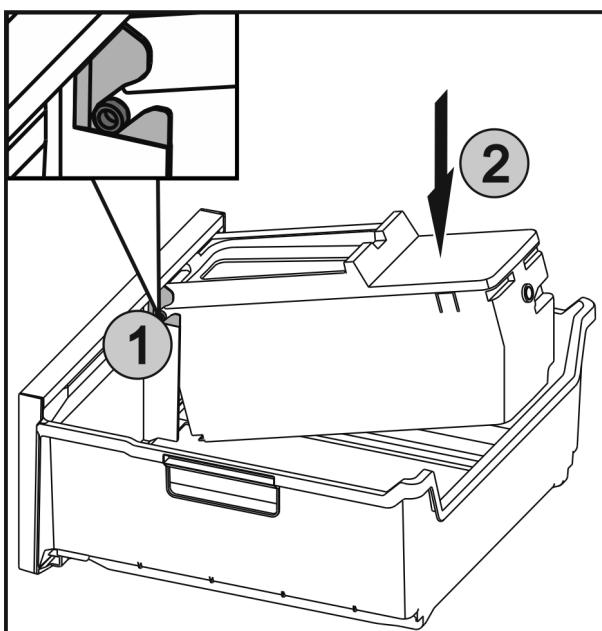

Fig. 39
- Zasuňte osi Fig. 39 (1) na EasyTwist-Ice do vedení a tlačte zadnú stranu Fig. 39 (2), kým spona nezapadne.